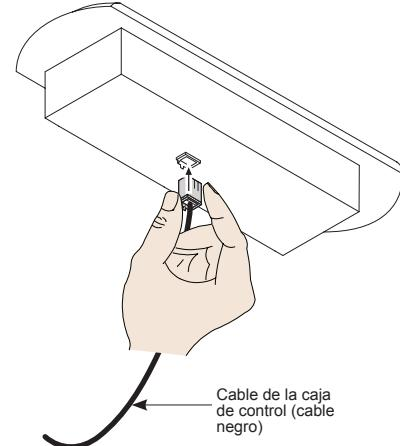

Figura 5. Panel de control
- 1 Inserte el conector de cable en la parte posterior del panel de control (Figura 5).